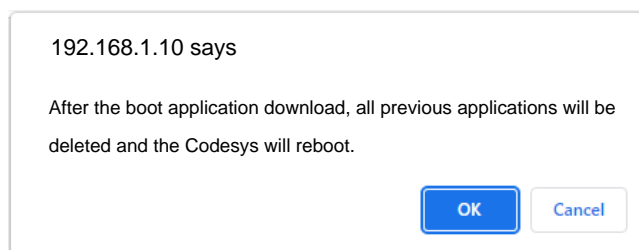

Figura 5.5: Tela de confirmação para envio de aplicação.
- Clique em **Start App Download**. Ao clicar, será exibida uma tela de confirmação. Clique em **OK** para confirmar o envio da aplicação ou **Cancel** para cancelar a operação. A Figura 5.5 mostra a tela de confirmação para envio da aplicação.